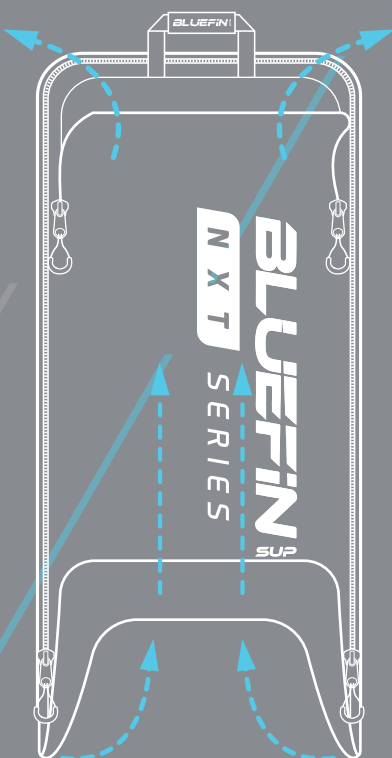

Figure 1.
- Ouvrez la poche avant extérieure du sac et commencez à tirer la poche à l'envers. **Figure 1**